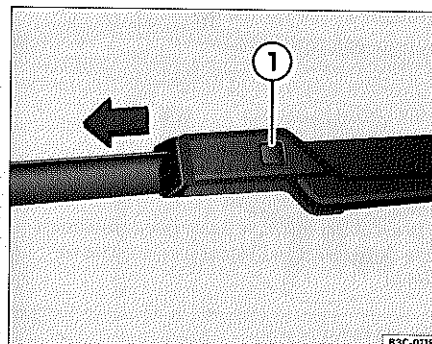

Fig. 13 Cambio de las escobillas del limpiaparabrisas
- Mantenga presionada la tecla de desbloqueo $\Rightarrow$ fig. 13 ① y tire a su vez ligeramente de la escobilla en el sentido que indica la flecha.